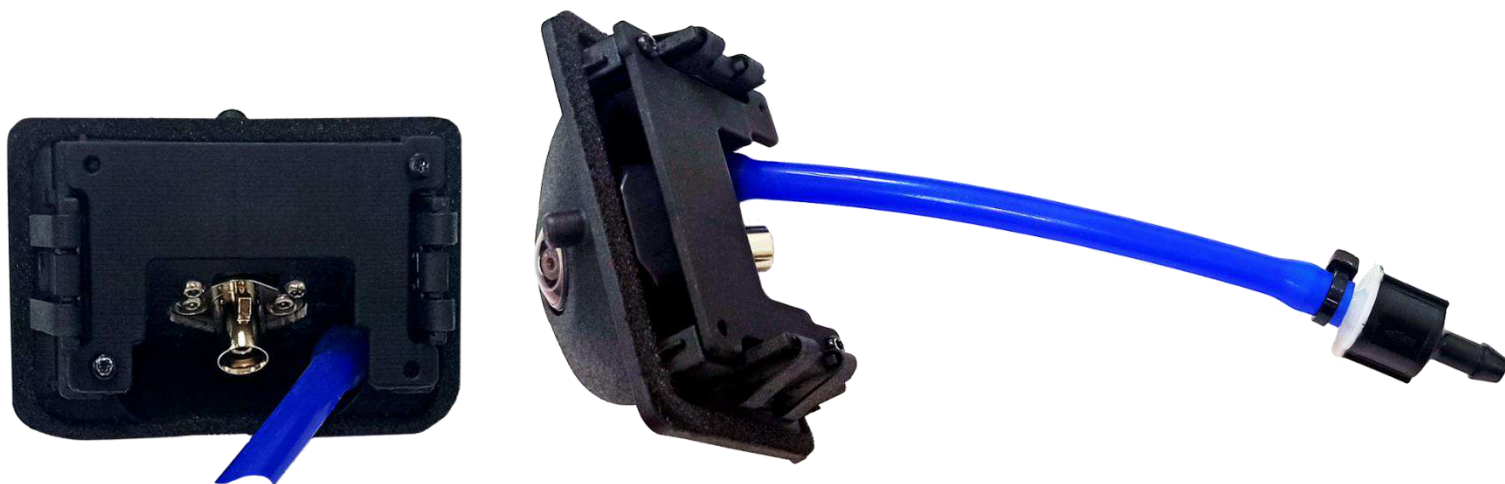

Рисунок 2
- установить обратный клапан на расстоянии 10-15 см от омывателя, стрелкой по направлению потока омывающей жидкости, места соединений зафиксировать пластиковыми стяжками (рис. 2);